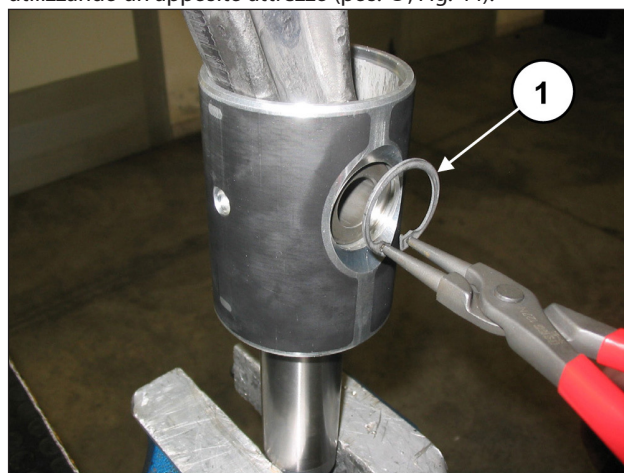

Fig. 44
Rimuovere i due anelli seeger di bloccaggio spinotto utilizzando un apposito attrezzo (pos. ①, Fig. 44).
Inserire la biella nel guida pistone (pos. ①, Fig. 46) e successivamente inserire lo spinotto (pos. ①, Fig. 45). Applicare i due seeger di spallamento con l'apposito attrezzo (pos. ①, Fig. 44).